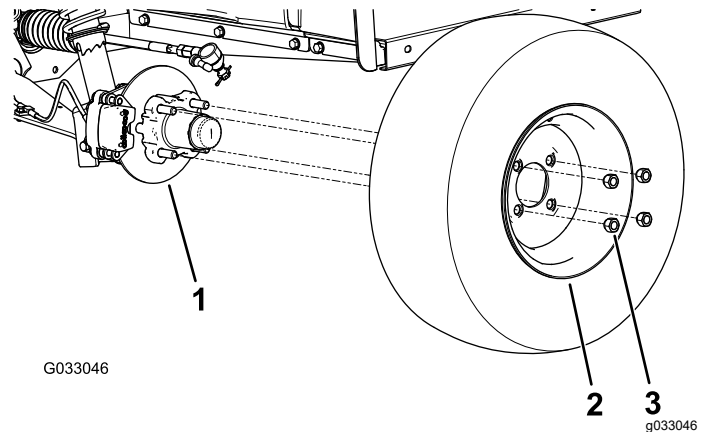

Bild 32
2. Nehmen Sie die vier Radmuttern ab, mit denen das Rad an der Radnabe befestigt ist (Bild 32).
4. Fluchten Sie die Löcher im Rad mit den Bolzen der Nabe aus und montieren das Rad so an der Nabe, dass das Reifenventil außen ist (Bild 32).
5. Befestigen Sie das Rad mit den Radmuttern an der Nabe (Bild 32).